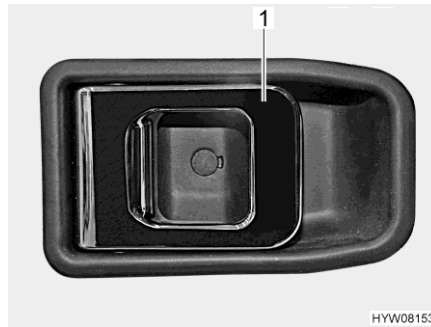

Fig. 43 Cerradura de la puerta (puerta del conductor en el interior)
- Abrir:** ■ Tirar del tirador (Fig. 43,1). Se desbloqueará o bien abrirá la cerradura de la puerta.
- Bloquear:** ■ Presionar el tirador (Fig. 43,1). Se bloqueará la cerradura de la puerta.